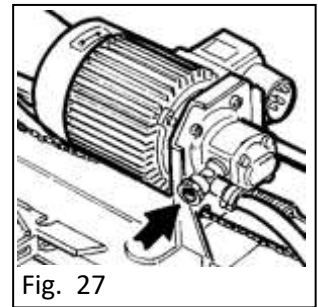

Fig. 27
- remonter le filtre dans sa position originale sans ruiner le joint (fig. 27).